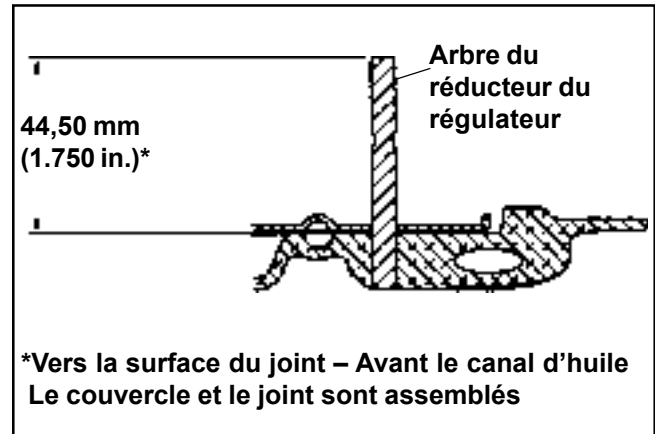

Figure 9-19. Profondeur d'installation de l'arbre du régulateur.
1. Installer la nouvelle goupille par pression ou en frappant doucement sur la plaque de fermeture. Elle doit saillir de **44,50 mm (1.750 in.)**, plus ou moins **0,101 mm (0.004 in.)** au-dessus du bossage du carter. Voir la Figure 9-19.